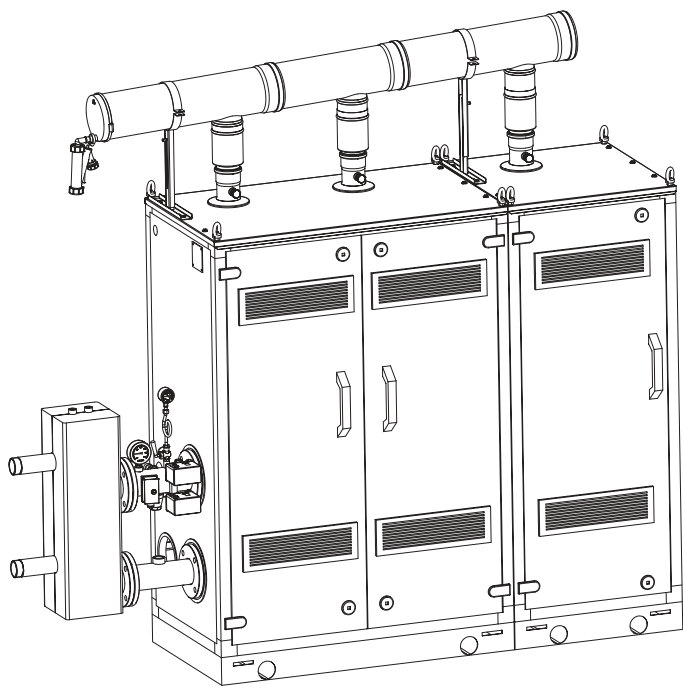

Fig. 6
2.7 KIT COLECTOR HUMOS PARA INSTALACIONES INTERNAS (fig. 6)
cia a las fig. 6. Las soluciones indicadas tienen el colector de humos (de pedir aparte) con la salida situada a la derecha de los módulos. En cualquier caso se puede poner la salida a la izquierda simplemente girando